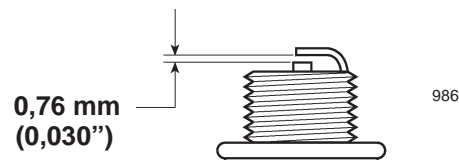

Figure 32
- Régler l'écartement des électrodes de la nouvelle bougie comme illustré à la figure 32.